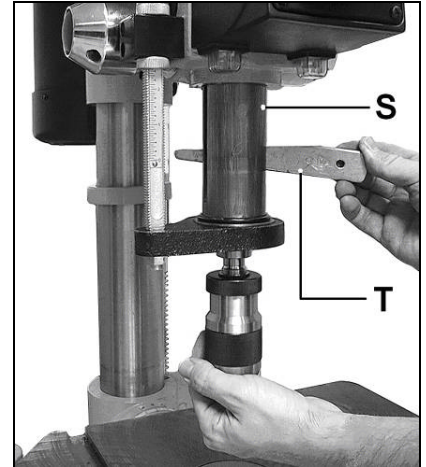

Fig 12
Insérer l'éjecteur (T) dans la rainure et marteler légèrement. Protéger la table ou attraper le mandrin avec la main (Fig 12).